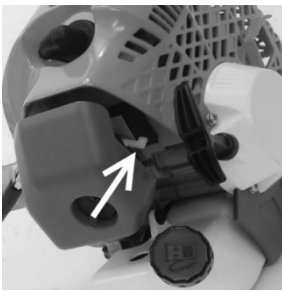

Рисунок 11
- 4.1.7 Встановіть важіль повітряної засувки у середнє положення (рис.11).